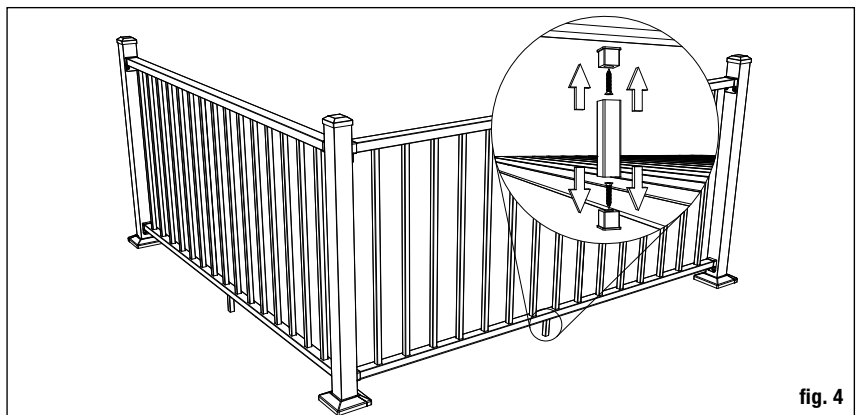

fig. 4
Paso 6: Se requiere un soporte de barandal en cualquier barandal que mida más de 183 cm (6 pies). Fije el conector de soporte de barandal a la parte inferior del barandal inferior en el centro del barandal. Pretaladre con una broca de taladro de 3 mm (1/8 pulg.) Fije el soporte de barandal a los conectores del bloque de soporte. Marque la ubicación del soporte de barandal en la superficie de la terraza y sujete el otro conector para soporte de barandal a la terraza utilizando los tornillos incluidos (**fig. 4**).